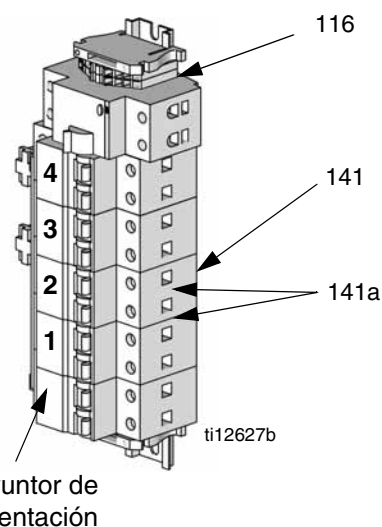
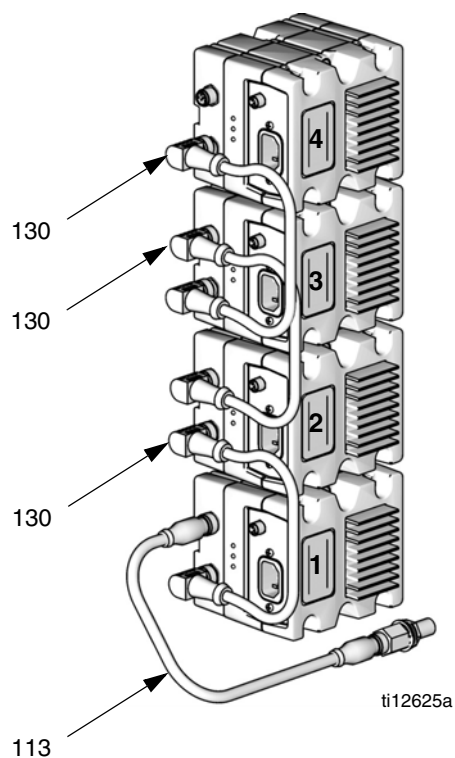

FIG. 3: Numeración de disyuntores
FIG. 6: Conexiones del cable de datos
Hay un disyuntor para cada manguera o tanque calentado. Los disyuntores con números más bajo se utilizan para los tanques calentados si están instalados. Vea la FIG. 3. Por ejemplo, si hay dos tanques calentados instalados y dos mangueras calentadas, los disyuntores Nro. 1 y 2 se utilizan para los tanques calentados y los disyuntores Nro. 3 y 4 se utilizan para las mangueras calentadas. Si hay un tanque calentado y una manguera calentada, el disyuntor Nro. 1 se utiliza para el tanque calentado y el disyuntor Nro. 2 se utiliza para la manguera calentada. Cada disyuntor tiene un valor nominal diferente, de manera que es importante utilizar el disyuntor correcto.
2. Conecte el alambre verde a cualquier bloque de terminales de conexión a tierra (116) que no se esté utilizando.
3. Ubique el disyuntor con el mismo número que el módulo como se muestra en la FIG. 3 en la pagina 6 y en la FIG. 6 en la pagina 9.
4. Conecte los alambres negro y blanco en el disyuntor (141) rotulado con el mismo número que el módulo. Los alambres negro y blanco se pueden conectar a cualquiera de los terminales (141a) en el mismo disyuntor (141).
Los módulos de control de temperatura de baja potencia deben ser conectados entre sí utilizando los cables de CAN hembra-hembra (130) como se muestra en la FIG. 6. Luego deben ser conectados al módulo de pantalla utilizando el cable de CAN hembra-macho (113).